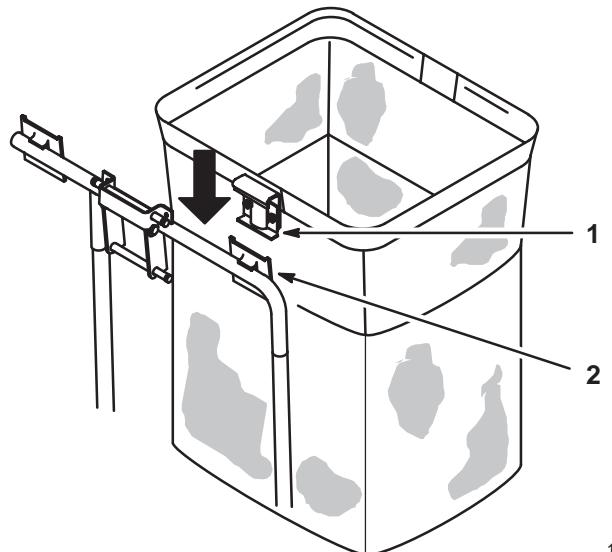

Figure 27
- Pour installer les bacs, glissez les crochets de l'armature sur les pattes de retenue (Fig. 27).